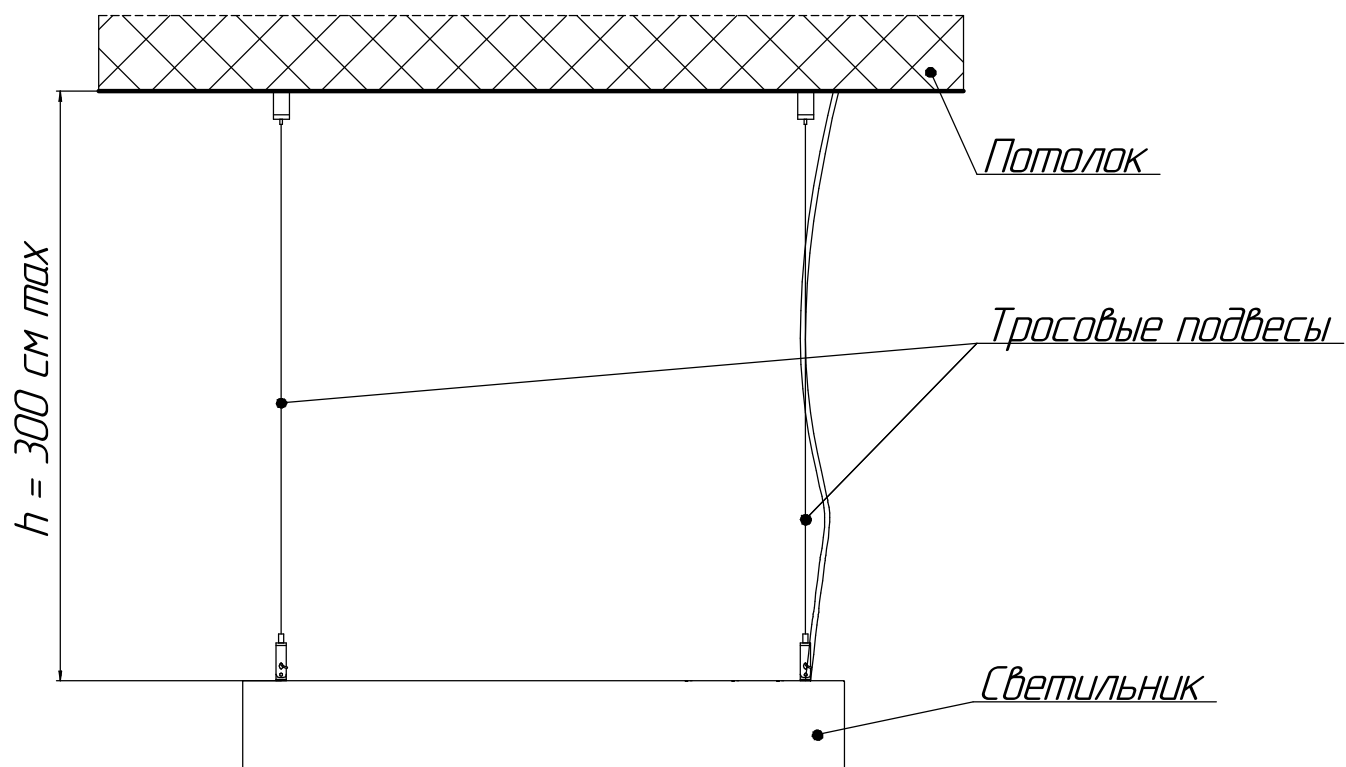

Рисунок 2 - Схема установка светильника.
5.4 Закрепите тросовые подвесы в размеченные места, рисунок 2.